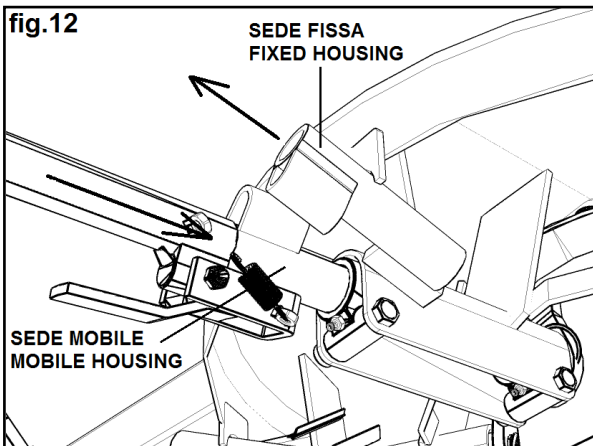

fig.12
7. **Fig.12** - Inserire i bracci con **due molle** nelle sedi mobili di entrambi i rotori.
7. **Fig.12** - Insert the arms **equipped with two springs** in the mobile housings of both rotors.